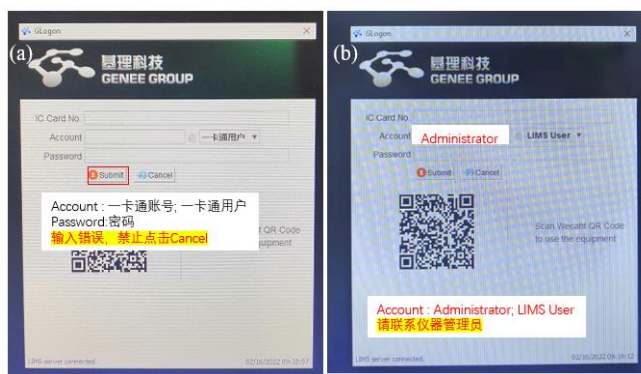

图 6-1
(1) 如图 6-1(a), 如界面显示“一卡通用户”, 请在 Account 输入预约者的一卡通账户, Password 栏输入相应账户密码, 点击 Submit;
(2) 如图 6-1 (b), 如界面显示“LIMS User”, Account 显示 Administrator, 请与相关老师联系。